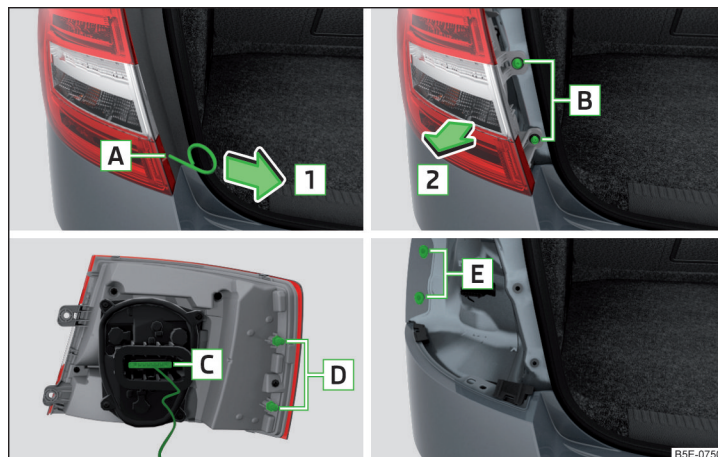

Abb. 362 Leuchte ausbauen
- In die Öffnung **A**¹⁾ » Abb. 362 den Bügel zum Abziehen der Radvollblenden einführen.
- Die Leuchte mit den Zapfen **D** in die Aufnahmen **E** in der Karosserie einsetzen » Abb. 362.